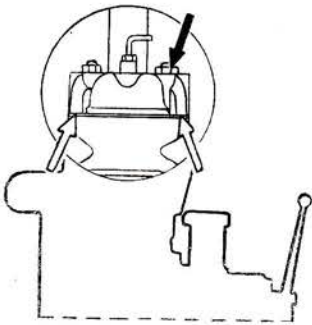

Рис. 9
11. При помощи ключа 17 мм отвернуть 6 гаек крепления головки цилиндра (рис. 9); гайки отвертывать постепенно, крест на крест. После снятия гаек ударить молотком через деревянную выколотку под выступы головки и снять ее со шпилек.